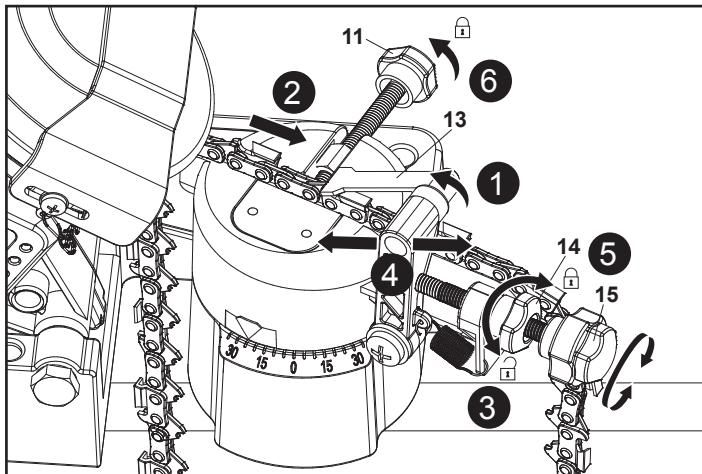

Fig. 6
1. Gire el tope de la cadena (13) hacia delante y déjelo en esa posición, justo detrás del eslabón de la cadena de corte que vaya a afilar (Fig. 6, paso 1).
2. Tense la cadena hacia atrás hasta que quede apoyada en el tope de la cadena (13) (Fig. 6, paso 2).
3. Gire el alojamiento del motor (4) con la empuñadura de funcionamiento (2) para comprobar cuánto material va a amolarse.
4. Ajuste la posición del tope de la cadena (13) aflojando en primer lugar la perilla de bloqueo (14) hacia la izquierda y girando después la perilla de ajuste (15) hacia la derecha para empujar el tope de la cadena (13) hacia delante o hacia la izquierda para retroceder (Fig. 6, pasos 3, 4).
5. Gire el alojamiento del motor (4) con la empuñadura de funcionamiento (2) repetidamente para verificar el ajuste.
6. Fije el tope de la cadena (13) girando la perilla de bloqueo (14) hacia la derecha (Fig. 6, paso 5).
7. Una vez alcanzado el ajuste deseado, cierre la mordaza girando la perilla de sujeción (11) hacia la derecha para sujetar la cadena de la sierra en esta posición (Fig. 6, paso 6).